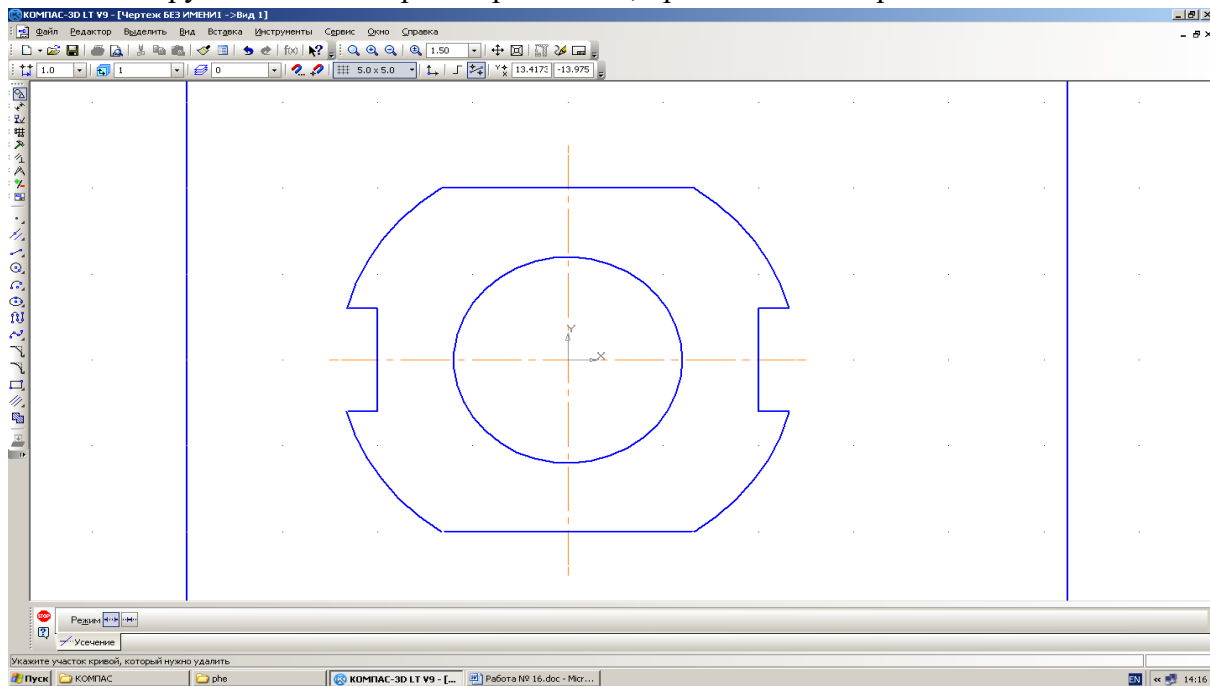

Рис. 16.7. Чертеж прокладки. 3.10. Сохраните чертеж в файл под именем *Прокладка*.
Сейчас активна команда вычерчивания отрезков – , имеющая расширенную панель (ввод отрезков, параллельных или перпендикулярных к некоторым прямым; ввод отрезков, касательных к различным кривым, рис. 16.7). В строке параметров команды непрерывного ввода отрезков можно задать: координаты первой точки отрезка – **t1**, координаты второй его точки – **t2**, длину и угол наклона отрезка – поля **Длина** и **Угол**. Здесь также можно выбрать стиль линии и тип объекта в команде:
3.9. Выберите команду **Редактор**⇒**Удалить**⇒**Часть кривой**. Подведите ловушку курсора на удаляемую часть окружности и нажмите кнопку мыши. После удаления дуг большой окружности ваш чертеж примет вид, приведенный на рис. 16.7.